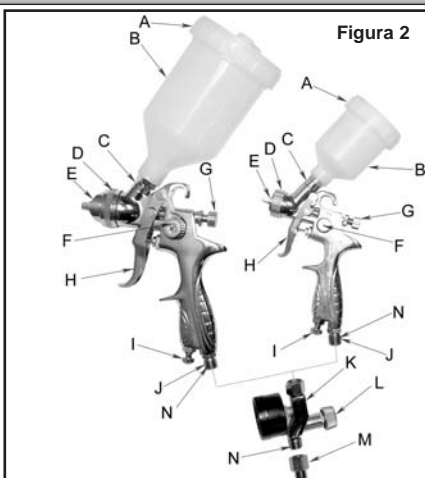

Figura 2
- Instale el regulador sobre el orificio de entrada de aire de la herramienta y luego instale un conector femenino de 6.3 mm (1/4") NPT (no incluido) en el orificio de entrada de aire del regulador. (ver figura 2). **Nota: Use cinta de Teflon® en todas las conexiones roscadas.**